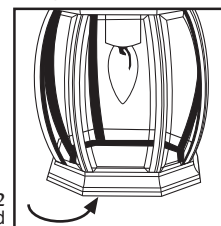

Figure 2
- Si l'applique est sans fond, insérer la ou les ampoules par l'ouverture du bas (voir la figure 2).